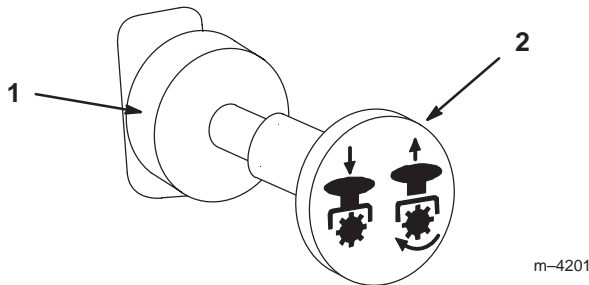

Figure 14
3. Tirez sur la commande de prise de force (PDF) pour l'engager (Fig. 14).
1. Pour débrayer la PDF, repoussez la commande à la position désengagée (Fig. 14).